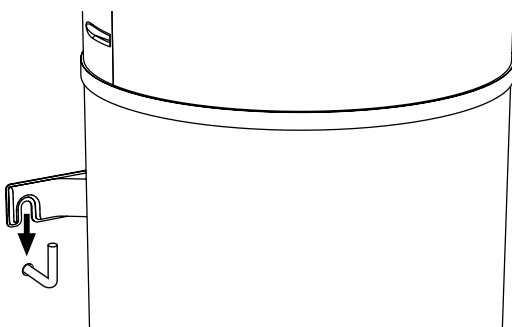

fig. 45 - Fijación a la pared
- Enganchar la caldera con el soporte de fijación (fig. 45).